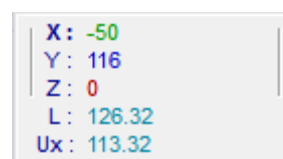

Рис. 26.5. Вікно координат
- Натисніть клавішу **X** на клавіатурі. У вікні координат активується поле введення координати **X**. Задайте величину координати **-50мм** (рис. 26.5). Проконтролюйте, щоб координата **Y** була **116**.